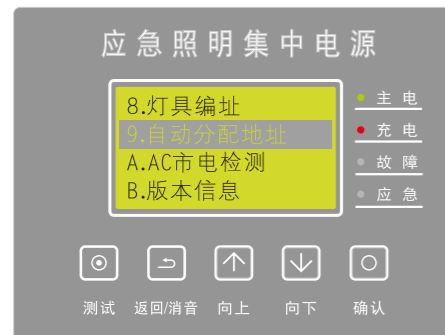

图5.17
(10)、自动分配地址:在主屏时,按【确认】键进入菜单,按【向上/向下】键选择【自动分配地址】(如图5.17)按【确认】键进入。(注:每条回路所配接的灯具需携带灯具固有的UID码)